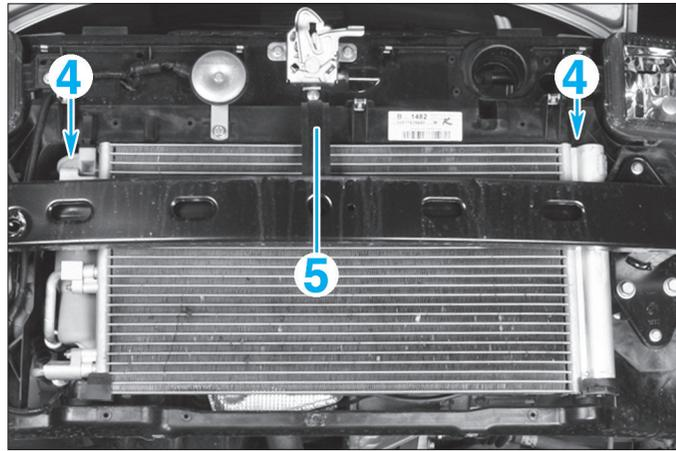

FIG. 7
- Déposer l'étrier (4) (Fig.7).
- Déposer les vis (5), puis extraire le condenseur par le haut.